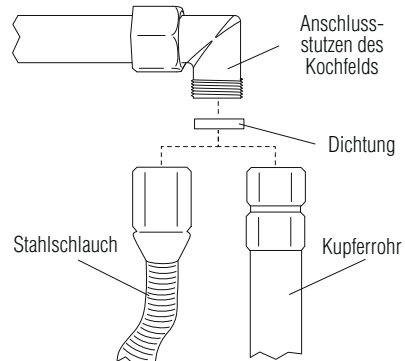

Abb. 6: Anschluss an die Gasversorgung
**Der Anschluss an die Gasversorgung kann mit einem Kupferrohr oder mit einem Stahlschlauch** mit nahtloser Wand und gemäß den Vorschriften der geltenden Normen [Abb. 6] ausgeführt werden. Auf jeden Fall **muss jedes Rohr, das an die Gasleitung angeschlossen wird, mit einem Sicherheits-hahn versorgt werden.**